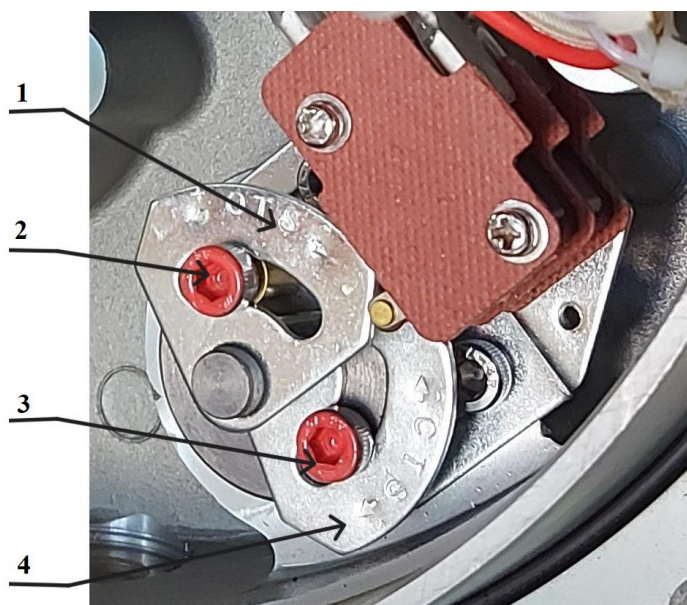

Рисунок 11. Блок моментных выключателей
2.5. Настройка моментных выключателей (муфта ограничения крутящего момента) (рис.11)
2.5.2. Ослабить фиксирующий винт (2) и/или (3) (рис.11), вращением кулачка (1) и/или (4) изменить значение крутящего момента, соответствующего положению «ОТКРЫТО» и/или «ЗАКРЫТО», затянуть фиксирующий винт (2) и/или (3).